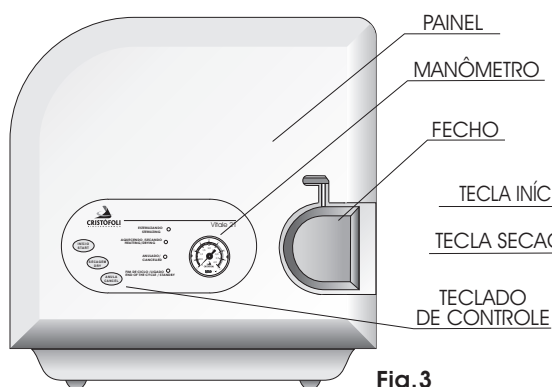

Fig.3
- 1▶ **PAINEL** - Está localizado na parte frontal da autoclave, é feito em plástico ABS injetado, é onde se encontra o teclado de controle da autoclave (Fig.3, pág.9).
- 3▶ **TECLADO DE CONTROLE** - Está localizado na parte central do painel, é onde ficam as teclas de controle, LEDs indicativos de operação e o manômetro da autoclave (Figs. 3 e 4, pág.9).
- 4▶ **MANÔMETRO** - É onde são exibidas as informações relativas à pressão e temperatura da autoclave, localiza-se na parte direita do teclado de controle, (Figs. 3 e 4, pág.9).
- 5▶ **FECHO** - Localizado na parte frontal da autoclave (Fig.3, pág.9), é utilizado para abrir, fechar e travar a porta da autoclave (conjunto painel/tampa). Para verificar a posição correta do fechamento consulte a Figs.14 e 15 (Pág.12).